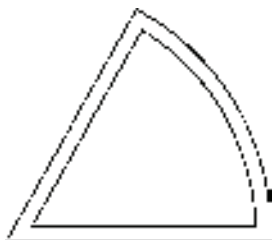

图 9-48 打开素材
1) 按〈Ctrl+O〉组合键，打开配套光盘提供的“第9章/9.1.10 弧长标注.dwg”素材文件，结果如图9-48所示。